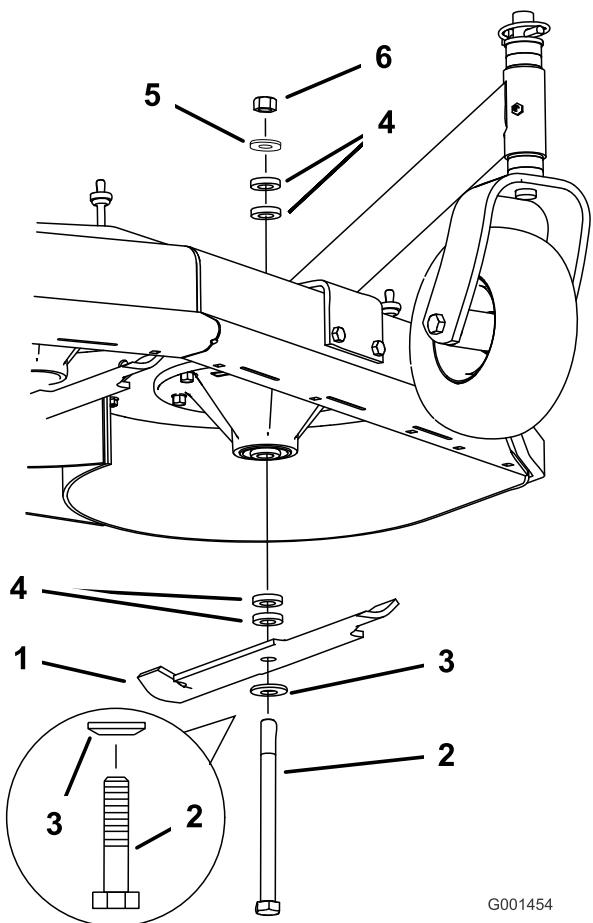
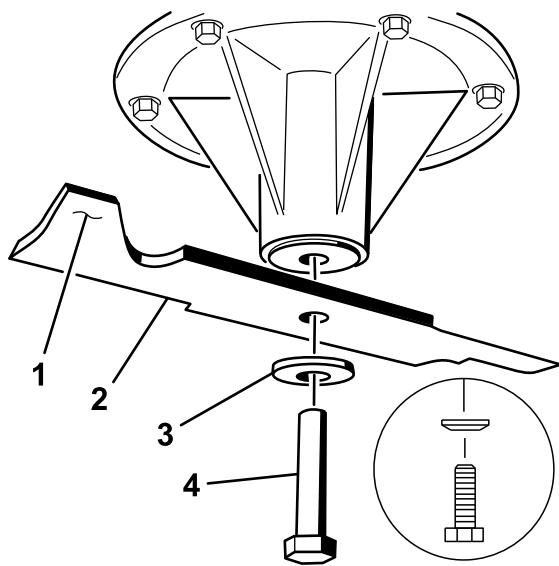

Figura 7
Figura 8
Importante: La vela de la cuchilla (es decir, la sección que está dobrada hacia arriba) debe apuntar hacia el interior del cortacésped (Figura 7).
2. Instale las cuchillas nuevas en los ejes con las arandelas y pernos de cuchilla que se retiraron anteriormente (Figura 7 o Figura 8).
3. En cortacéspedes de carcasa fija solamente, apriete el perno de la cuchilla a 101-108 N·m (75-80 pies-libra) (Figura 7).
4. En cortacéspedes GrandStand y cortacéspedes de carcasa flotante, apriete el perno de la cuchilla a 115 – 150 N·m (85-110 pies-libra) (Figura 8).